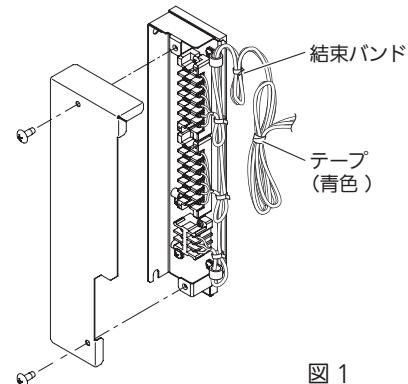

図 1
- ① 本別売部品を使用するときは、ユニット背面の外部入出力線引込口の右上をアナログ入出力基板接続線専用の引込口とし、左下の電源引込口から電源線と一緒に引き込むのは止めてください。
- ① 端子台ボックスのフタを固定しているネジ 2 本を取りはずしてください。(図 1)
- ② 配線をまとめているテープ(青色)をはずした状態にしてください。